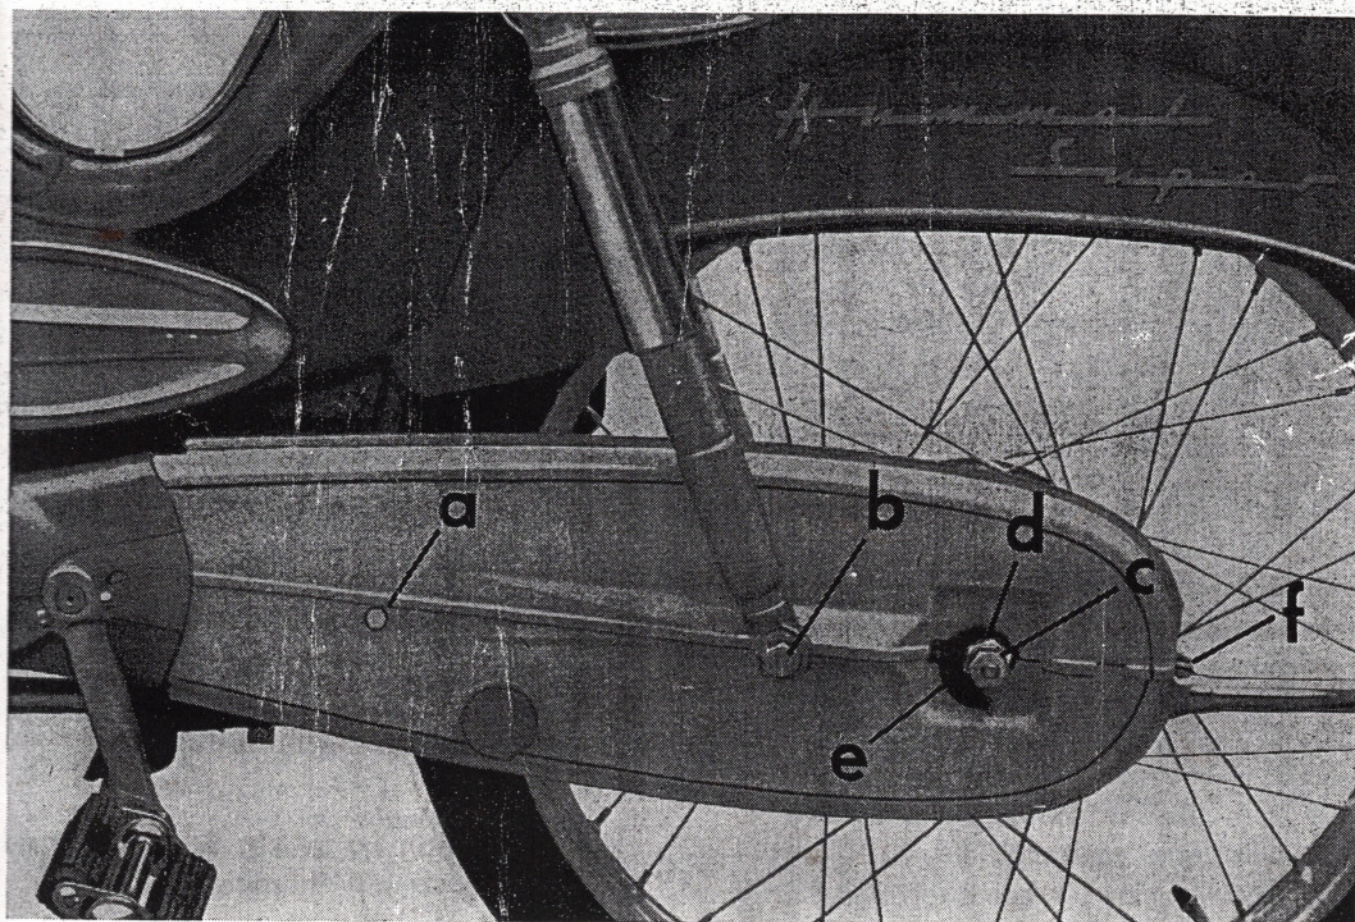

Abb. 137 Kettenschutz eingebaut
1. Sechskantschraube „a“ (Abb. 137) herausschrauben.
4. Steckachsmutter (SW 19 Abb. 137) abschrauben.